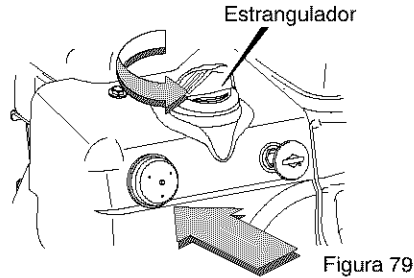

Figura 79
2. Gire la perilla de estrangulación a la posición ESTRANGULAR (vea la Figura 79).
3. Oprima el botón cebador tres veces (vea la Figura 79).